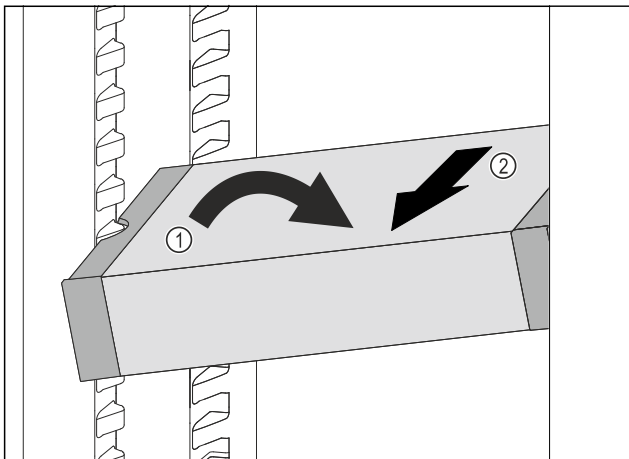

Fig. 122
- ▶ Наклонете VarioSafe в хладилната част. Fig. 122 (1)
- ▶ Извадете VarioSafe напред. Fig. 122 (2)